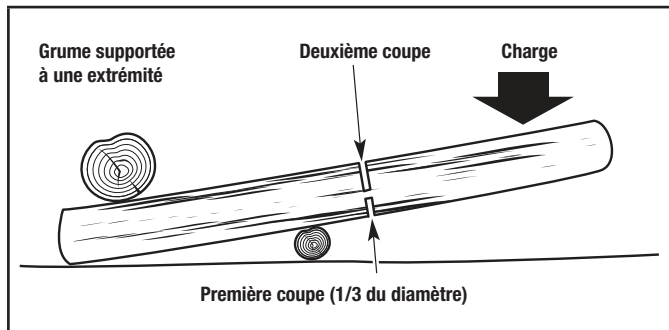

Figure 16
- 1a. Si la grume est soutenue par une extrémité (Fig. 16), effectuez la première coupe par le bas (découpage par dessous). Reportez-vous à la rubrique Découpage par dessous.